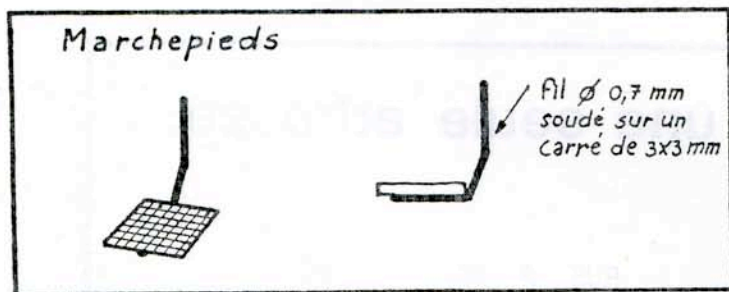

FIGURE.1.
- 4° Par contre, sur l'autre paroi de bout, on ajoutera deux mains montoires (verticales) aux angles de la caisse, ainsi que les deux marchepieds (réalisés en métal, pour d'évidentes raisons de solidité). Voir Fig.1.